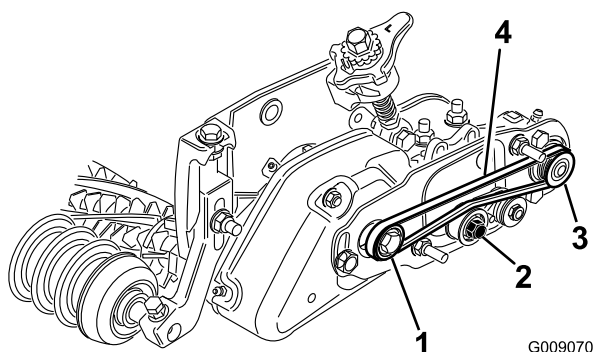

Figura 32
- Passe a correia em redor da polia da **transmissão** e, em seguida, sobre a parte superior da polia intermédia (**Figura 32**).
- Ligue a correia na polia da **transmissão** (**Figura 32**).